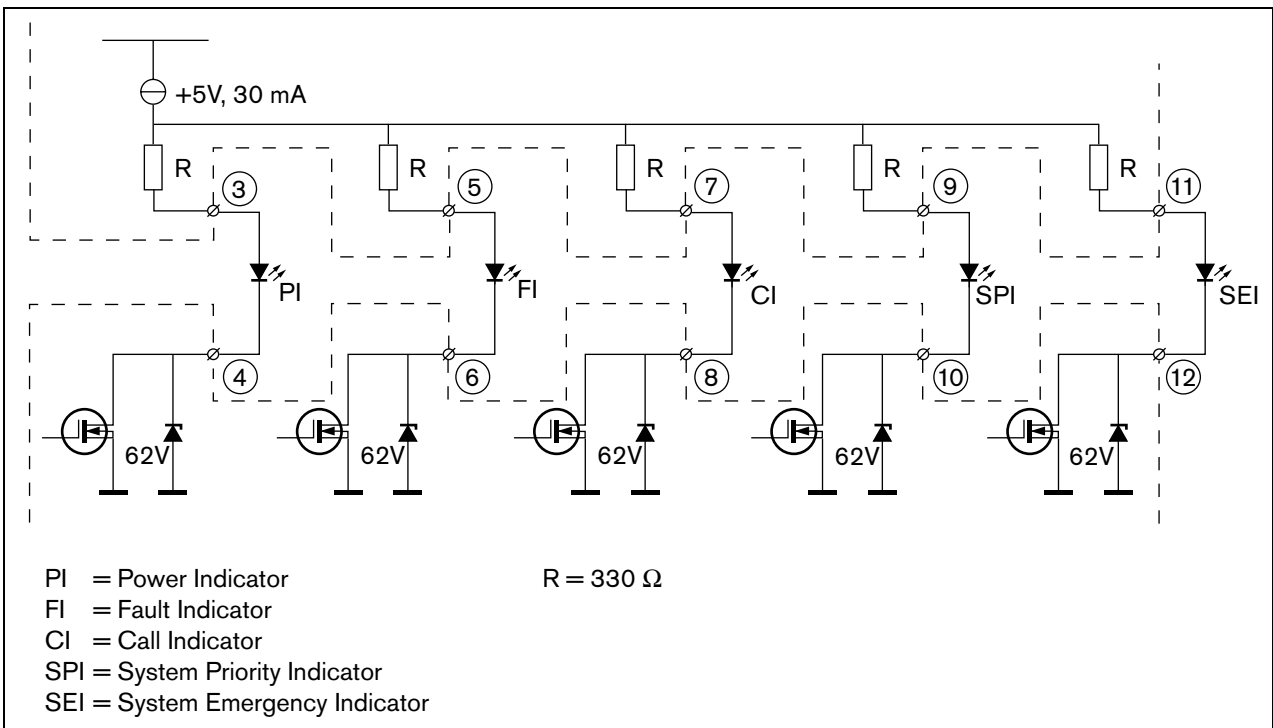

Abbildung 21.9: Extern versorgte LED
- Intern mit Strom versorgte Lampe oder LED. Siehe Abbildung 21.9 für ein Anschlussschaltbild.